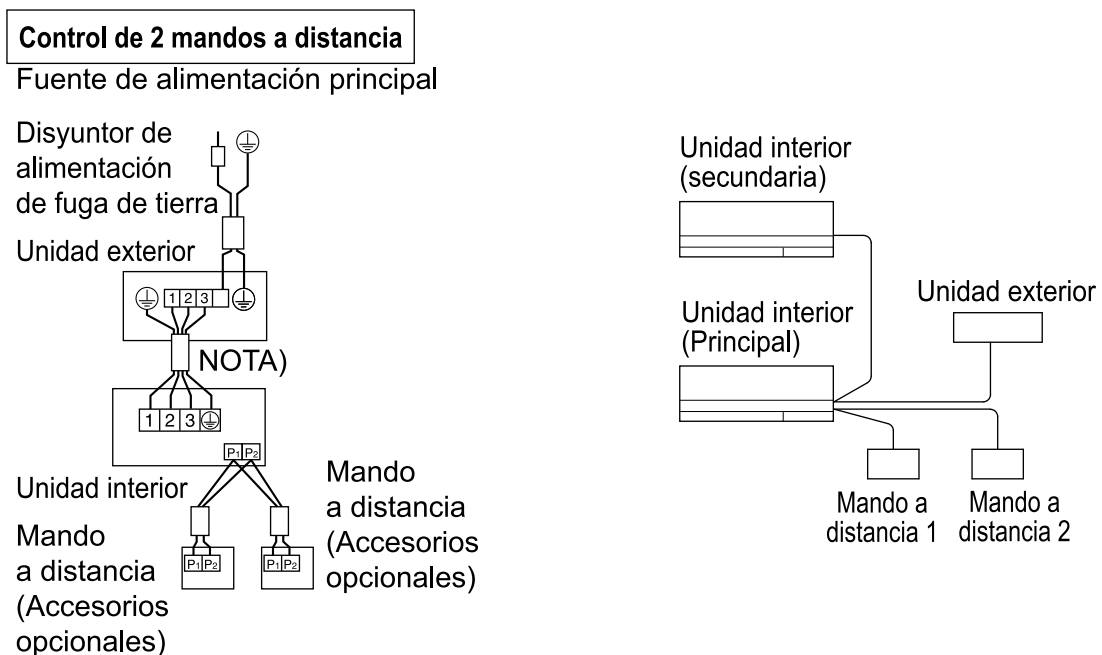

Fig. 28
- **Control mediante 2 mandos a distancia:** 2 mandos a distancia controlan 1 unidad interior. **(Refiérase a la Fig. 28)**
- (3) Retire la tapa de la caja de control (Refiérase a “5. INSTALACIÓN DE LA UNIDAD INTERIOR”).
- (4) **Añada el cableado entre el mando a distancia 2 (secundario) y el terminal (P1 y P2) del bloque de terminales (X1M) para el mando a distancia de la caja de control. (No hay polaridad). (Refiérase a la Fig. 28 y al Cuadro 4)**